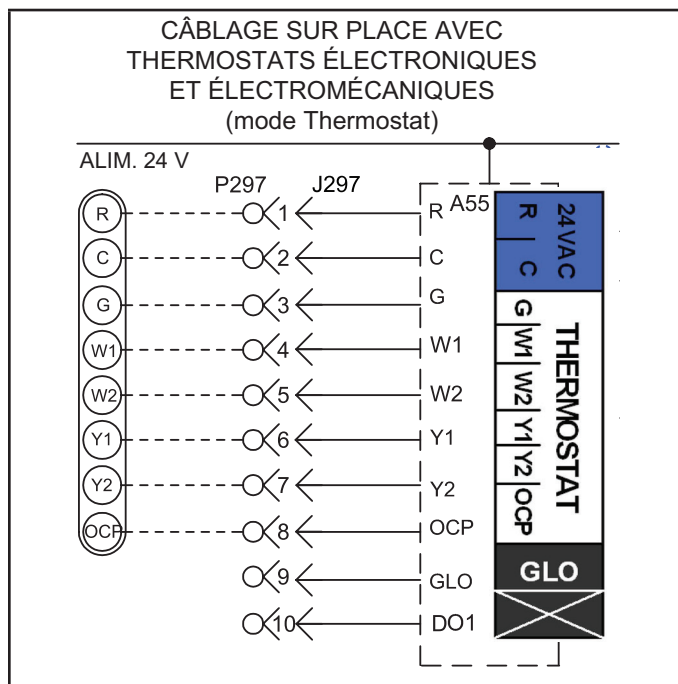
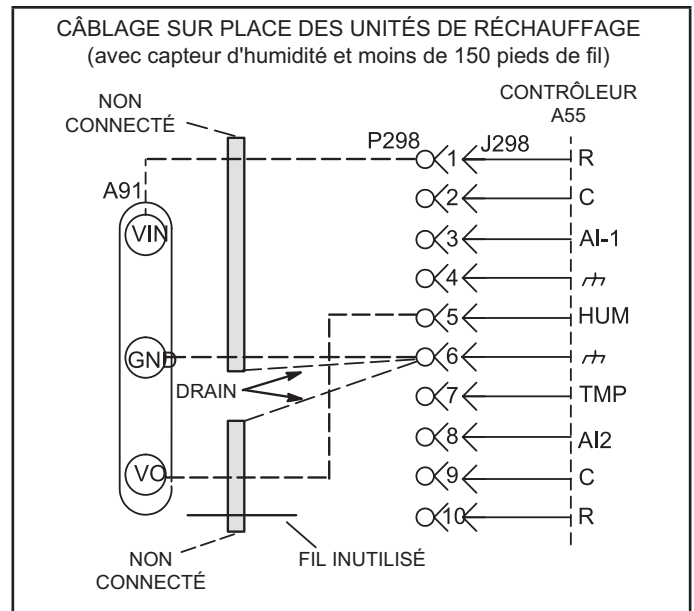
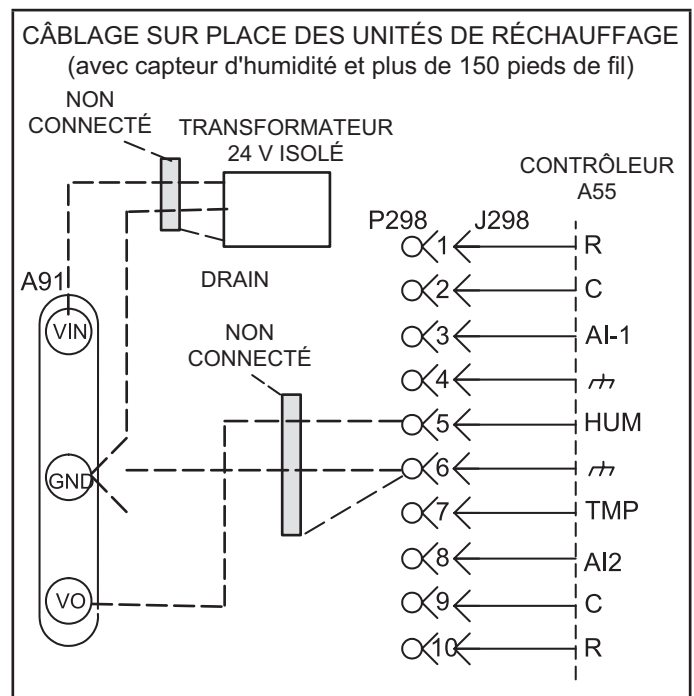
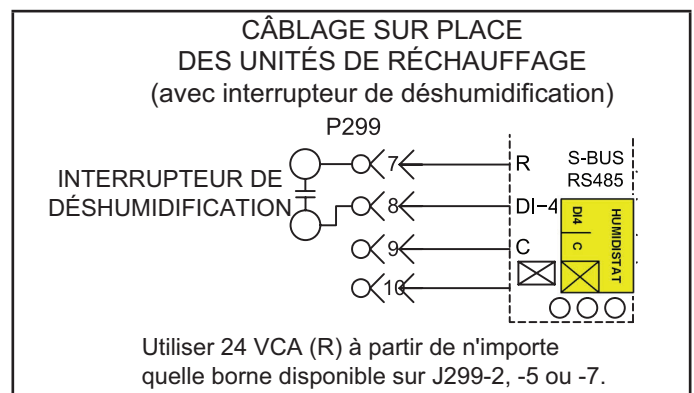

FIGURE 8
FIGURE 10
FIGURE 11
FIGURE 12
Le contrôleur de l'unité fait fonctionner deux stages de chauffage et de climatisation en fonction des demandes du thermostat. Installez le thermostat conformément aux instructions fournies avec le thermostat. Reportez vous à la FIGURE 8 pour le câblage sur place et référez-vous aux schémas de câblage sur l'unité.
- 2 - Effectuez les connexions de câblage comme indiqué à la FIGURE 8 pour le mode thermostat ou à la figure 10 pour le mode capteur de zone. En outre, connectez un capteur d'humidité ou une entrée de déshumidification. Reportez-vous à la FIGURE 10 ou à la FIGURE 11 pour le câblage du capteur d'humidité ou à la FIGURE 12 pour le câblage de l'entrée de déshumidification.
Utilisez deux câbles blindés séparés contenant des paires torsadées de 20 AWG minimum avec un blindage global. Belden type 8762 ou 88760 (plénium) ou équivalent. Connectez les deux fils de drainage du blindage du câble sur TB1-7 comme indiqué à la FIGURE 10.
Utilisez deux câbles blindés séparés contenant des paires torsadées de 18 AWG minimum avec un blindage global. Belden type 8760 ou 88760 (plénium) ou équivalent. Connectez les deux fils de drainage du blindage du câble sur TB1-7 comme indiqué à la FIGURE 10.
Utilisez un transformateur 24 VCA local et isolé tel que le Lennox no. de cat. 18M13 (20 VA minimum) pour alimenter le capteur d'humidité relative comme indiqué à la FIGURE 11. Utilisez deux câbles blindés contenant des paires torsadées de 20 AWG minimum avec un blindage global. Belden type 8762 ou 88760 (plénium) ou équivalent.